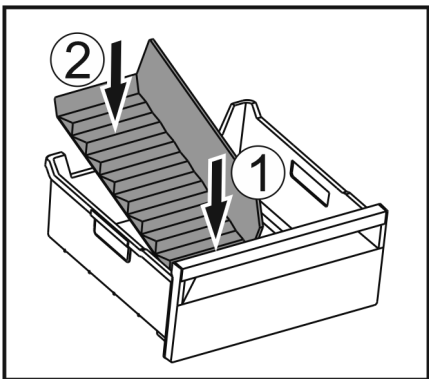

Fig. 170
- 装入冰格分隔器前部。 Fig. 170 (1)
- 将冰格分隔器后部放低至抽屉底板。 Fig. 170 (2)